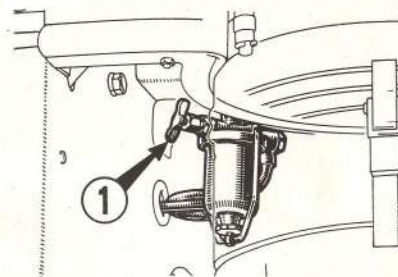

Fig. 40. - 1. Robinet du réservoir à essence pour le moteur de lancement.
2. Ouvrir le robinet « 1 » d'essence pour le moteur de lancement et celui « 2 » de gasoil pour le moteur Diesel (figs. 40 et 41).